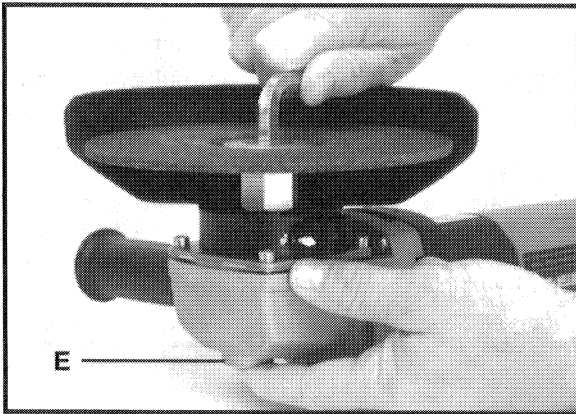

Fig. 6
6. Oprima y mantenga oprimido el botón del cierre del husillo (E), Fig. 6, utilice una llave hexagonal (del juego 54347) para girar lentamente la tuerca de retención en el sentido de las agujas del reloj hasta que el cierre del husillo se acople y luego apriete firmemente la tuerca de retención.